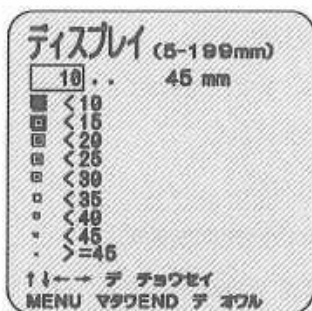

図22
7. 6. 6. ディスプレイの設定は、図16を表示させたあと、 ディスプレイにカーソルを合わせSTARTキーを押してください。図22が表示されます。 * Model Scanlogのみ